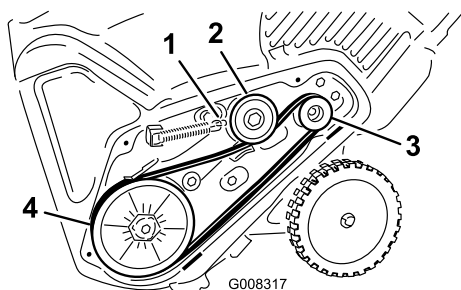

Figure 39
5. Montez et acheminez la nouvelle courroie comme indiqué à la (Figure 39).
- Raccrochez le ressort de frein au bras de la poulie de tension (Figure 39).